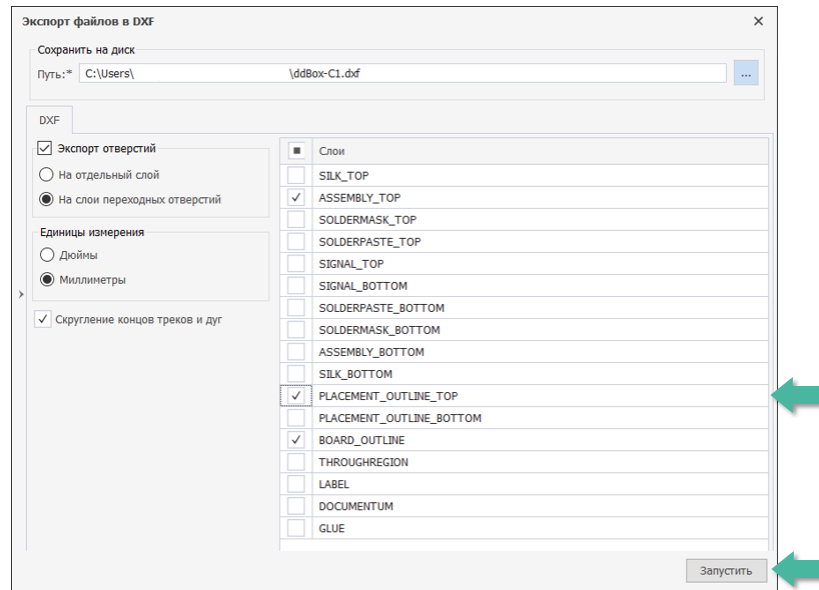

Рис. 84 Выбор слоев для экспорта в формате DXF
3. Заполнить при экспорте настройки для слоев, расположенные в правой части окна. Напротив необходимого слоя для экспорта → установить флаг, см. Рис. 84.